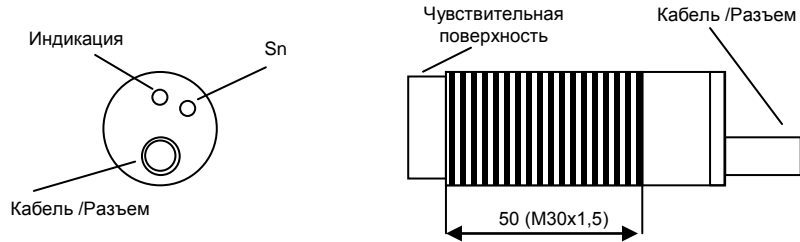

Рис. 1 - Выключатель неутапливаемого исполнения
3.1 Выключатель состоит из металлического корпуса, в котором размещена печатная плата с электронными компонентами. На крышку корпуса выведен кабель или разъем подключения, индикатор и регулировка чувствительности. Для обеспечения механической прочности внутренняя полость корпуса залита компаундом. Внешний вид выключателя приведен на Рис. 1.
3.5 Выключатели имеют регулировку чувствительности (см. Рис. 1), которая осуществляется многооборотным резистором. Заводская установка чувствительности соответствует номинальному расстоянию срабатывания при использовании стандартного объекта воздействия (заземленного металлического квадрата 60x60 мм).